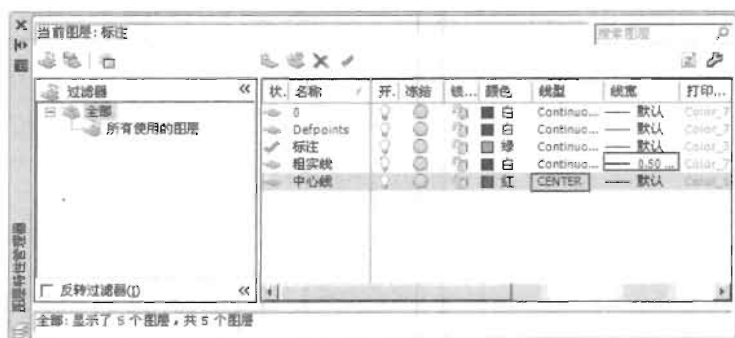

图 4-191
(1) 新建一个文件,打开图层管理器,新建 3 个图层,分别命名为“标注”、“粗实线”和“中心线”图层,设置“中心线”图层为当前图层,设置线型为 Center(中心线),如图 4-191 所示。